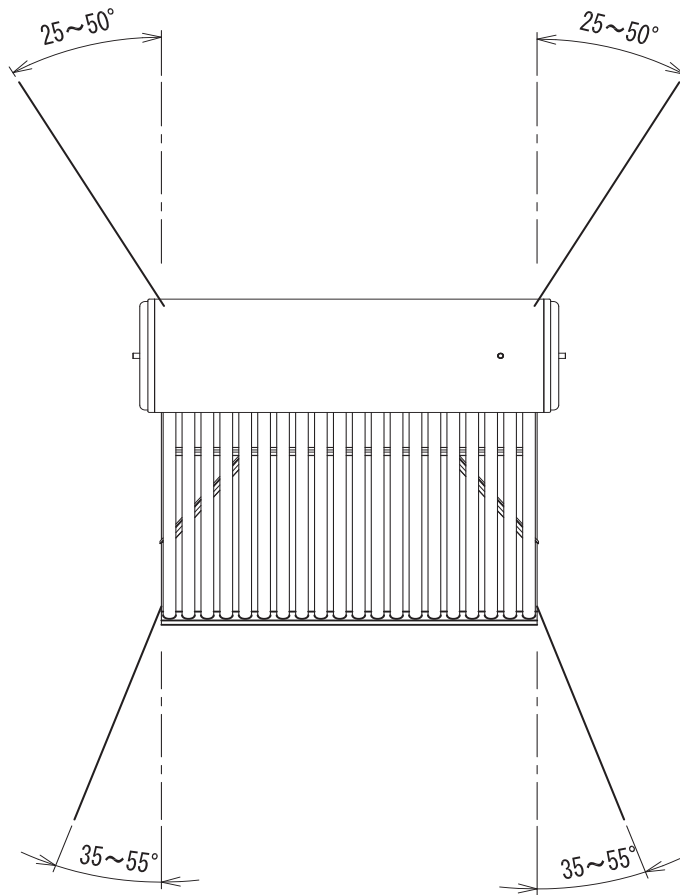
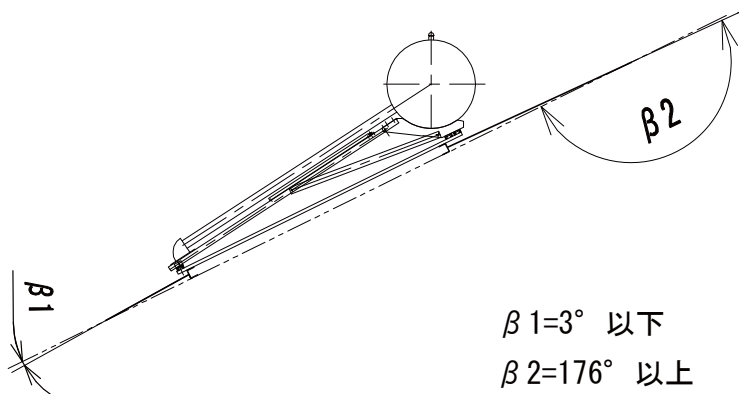

図 20
図 21
- 固定線の張出しは 18 ページ図 20,21 の張り出し角度の範囲内にします。
固定線の張出し角度は図 20、図 21 の範囲内にて張ってください。